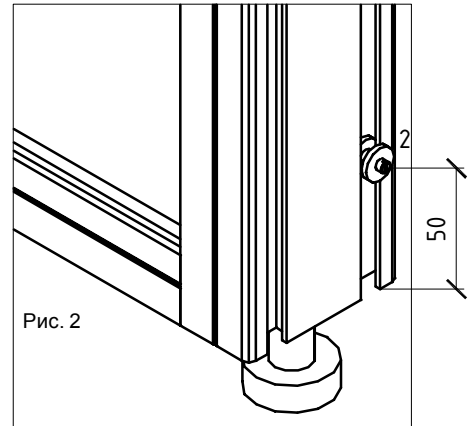

Рис. 2
1.2. На модуль (1), в соответствии с дизайн-проектом, со стороны стойки вставить в один из 2-х пазов (ориентируясь на стыковочный паз стойки вертикальной) и прочно закрепить установочным винтом М5х14 (8) втулку (2) на высоте 50 мм (Рис. 2).